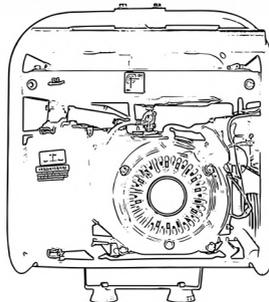

Abbildung 9: Vorderseite des Geräts
- Lassen Sie das Gerät von einer zweiten Person auf die Seite des Seilzugs (Vorderseite) ankippen. Siehe Abb.9.